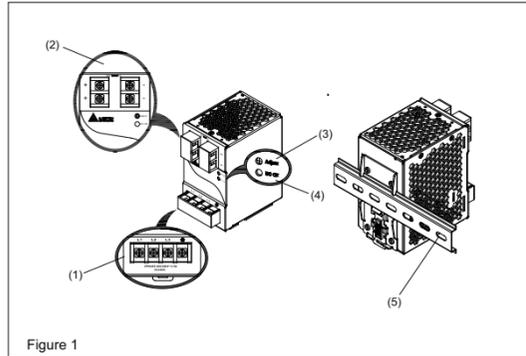
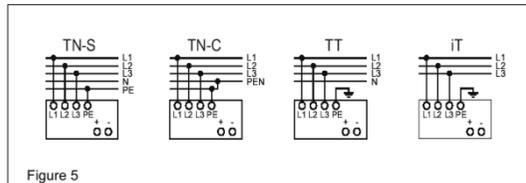

Figure 1
Figure 5
#### 2. Gerätebeschreibung (Abb. 1)
#### 5.1. Anschluss der Eingangsklemmen (Abb. 1, Abb. 5)
Verwenden Sie die Eingangsklemmen L1, L2, L3 und PE (Schutzleiter), um den 3-phasigen 400-500VAC-Anschluss herzustellen. Abb. 5 zeigt den Anschluss an die unterschiedlichen Netztypen.
#### 5.2. Anschluss der Ausgangsklemmen (Abb. 1 (2))
Verwenden Sie die Schraubklemmen „+“ und „-“, um den 24VDC-Anschluss herzustellen. Am Ausgang stehen 24VDC zur Verfügung. Die Ausgangsspannung kann am Potentiometer zwischen 22 und 28VDC eingestellt werden. Die grüne LED „DC OK“ zeigt die korrekte Funktion des Ausgangs an (Abb. 1 (4)). Das Gerät verfügt über einen Kurzschluss-, Überlast- und Überspannungsschutz, der auf 35VDC begrenzt ist.